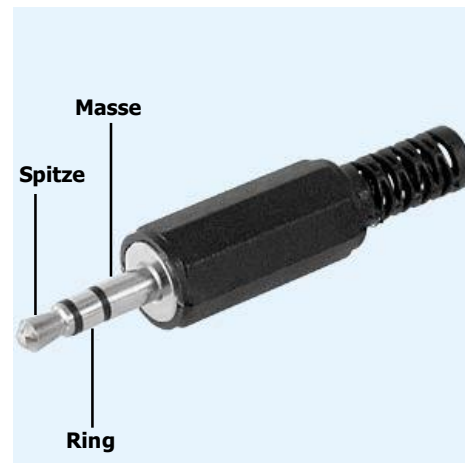

Fig 2: Klinkenstecker-Belegung
Der **Masse**-Kontakt wird mit der Abschirmung des Mikrofonkabels verbunden (siehe Fig. 2).
- Das Mikrofon kann entweder auf die **Spitze** oder auf den **Ring** geschaltet werden (siehe Fig 2).